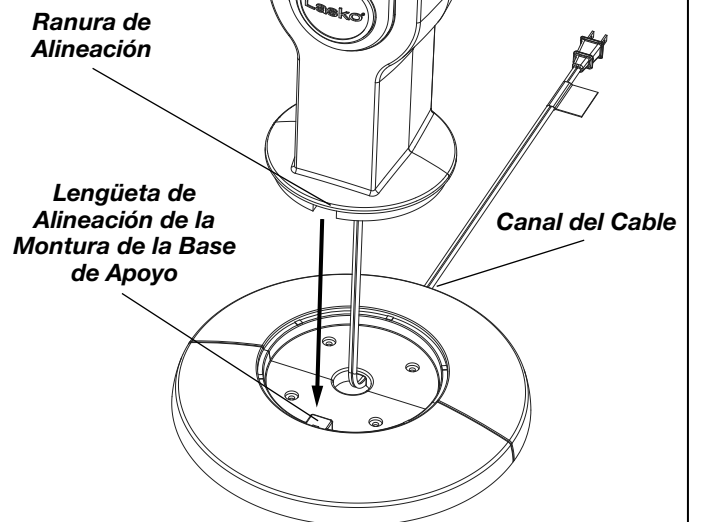

Figura 3
- Alinee las **Lengüetas de Alineación de la Montura de la Base de Apoyo** con las ranuras de alineación en la parte inferior del ventilador, teniendo cuidado de que el canal del cable en la parte inferior de la base de apoyo debe estar apuntando hacia la parte posterior del ventilador. (**Figura 3**)